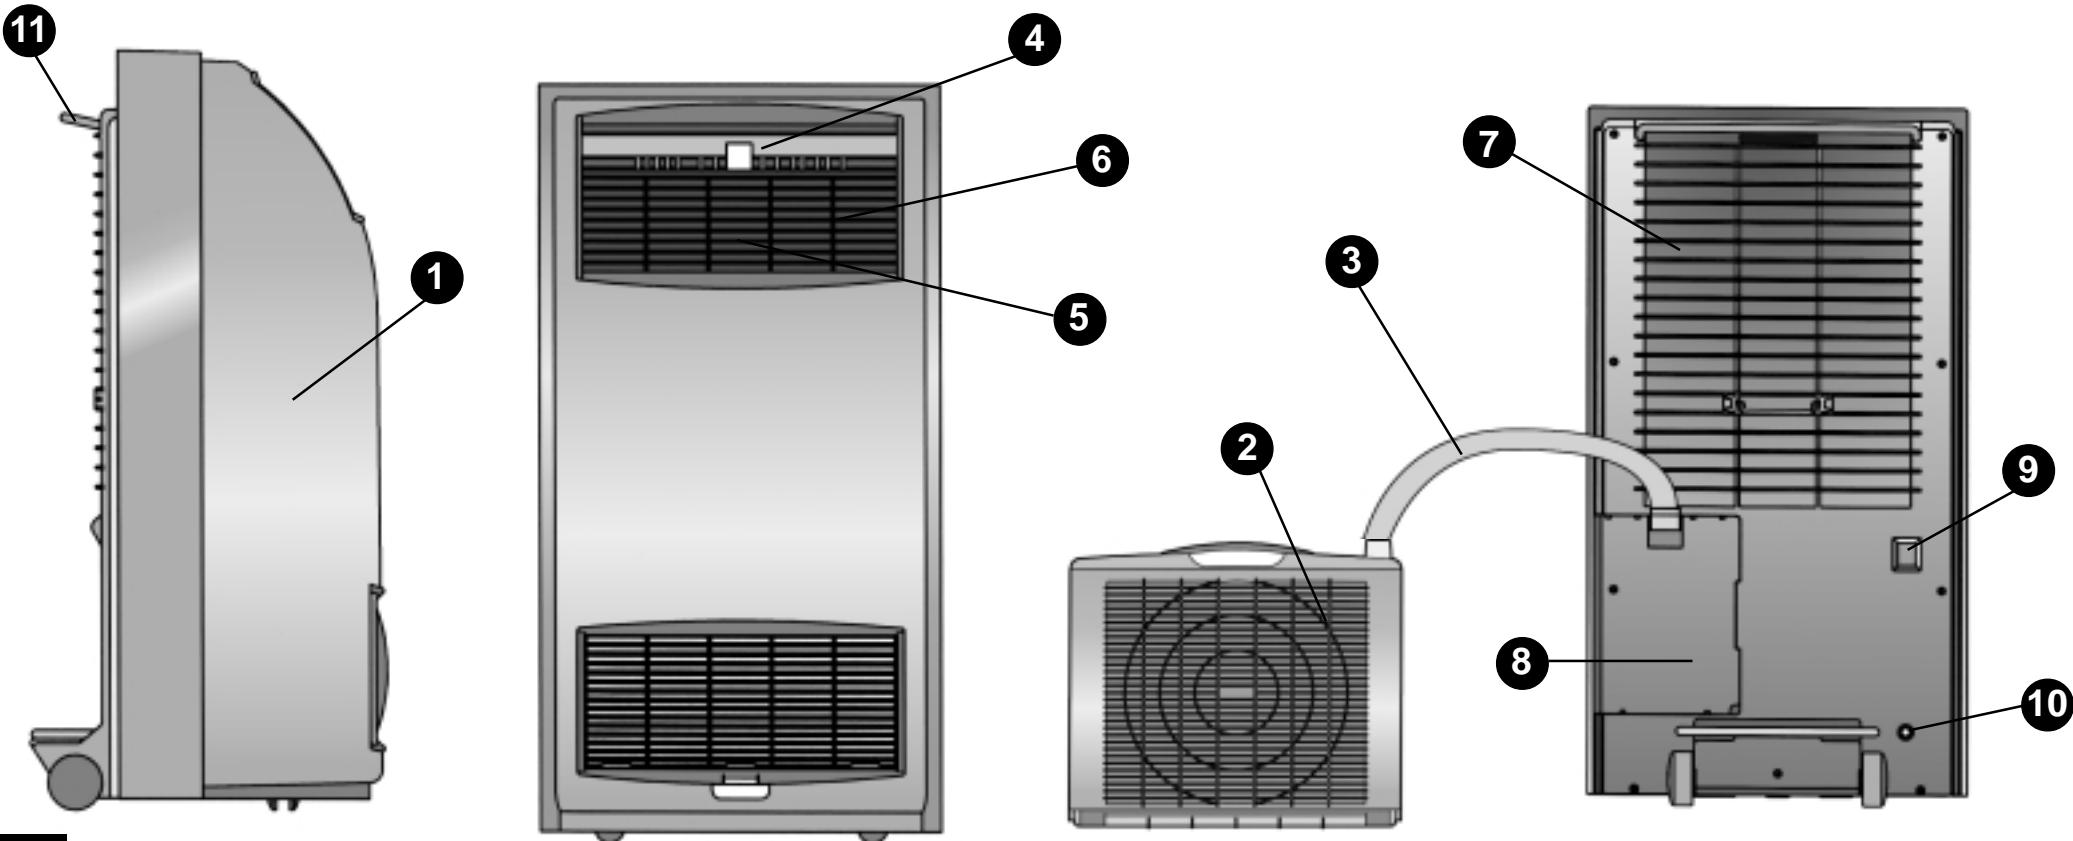

Fig. 1
IDENTIFICAZIONE DELLE PARTI PRINCIPALI (Fig. 1)
IDENTIFICATION DES PRINCIPALES PARTIES (Fig. 1)
LIST OF MAIN COMPONENTS (Fig. 1)
BESCHREIBUNG DER GERÄTE-TEILE (Abb. 1)
IDENTIFICACION DE LAS PARTES (Fig. 1)
- Il totale arresto del climatizzatore, nonostante vi sia la normale alimentazione elettrica, può essere dovuto all'intervento di una sicurezza interna che impedisce la fuoriuscita di acqua. Prima di chiamare il centro assistenza provate a drenare l'acqua contenuta nel CLIMATIZZATORE togliendo il tappo apposito (Fig. 1). Se l'inconveniente dovesse riferirsi fate controllare il Vs. climatizzatore da un tecnico specializzato.
- Si le CLIMATISEUR s'arrête complètement, malgré une alimentation électrique normale, ceci est peut être dû à l'activation d'une sécurité interne qui empêche l'eau d'être évacuer. Avant d'appeler le centre d'assistance, essayer de drainer l'eau contenue dans le CLIMATISEUR en enlevant le bouchon spécial (Fig. 1). Si l'inconvénient se reproduit, faites contrôler l'appareil par un technicien spécialisé.
- If the AIR CONDITIONER stops completely, even when the electrical supply is functioning normally, this could be due to the intervention of an internal safety device which impedes the outflow of water. Before calling the service centre, try draining the water from the unit by removing the air plug (Fig. 1). If the problem persists, have your air conditioner checked by a specialized technician.